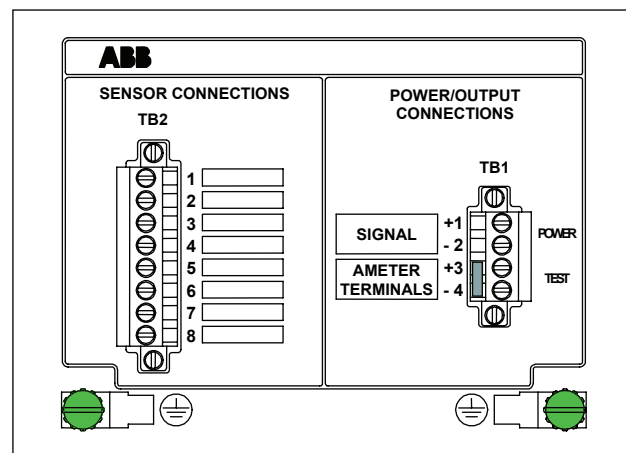

Figura 7 - Conexiones eléctricas
El transmisor TB82 está alimentado por tensión CC. Remítase a la sección de especificaciones a fin de informarse sobre los requisitos de suministro eléctrico para el tipo específico de TB82 que se utilizará (Analógico, HART, PROFIBUS o Foundation Fieldbus (FF)). El suministro eléctrico se conecta al área SUMINISTRO ELÉCTRICO/ SALIDA o TB1, terminales 1 y 2 (ver figura 7).